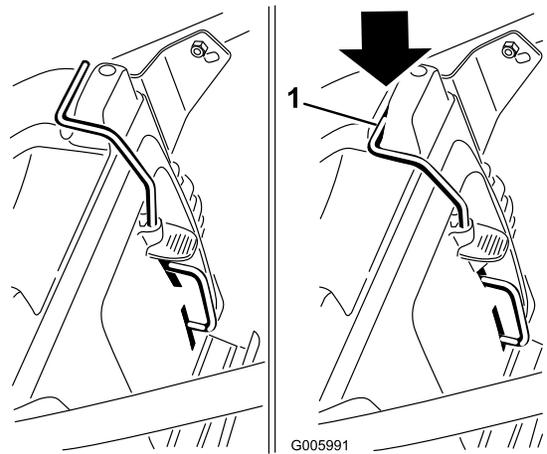

Figure 17
1. Montez l'obturateur d'éjection arrière (Figure 17) ou le bac à herbe (Figure 18) sur la machine.